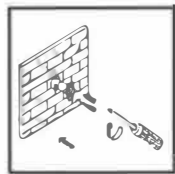

ILUSTRACIÓN 4
- Aliñe los soportes con los taquete de plástico y asegúrelos con los tornillo que se incluyen. (ILUSTRACIÓN 4)